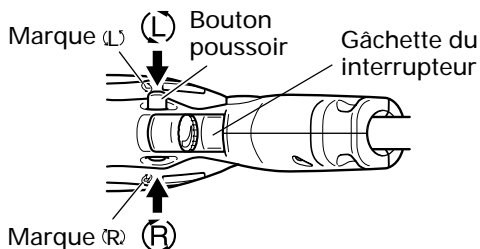

Fig. 5
9. Vérification du sens de rotation (Fig. 5)